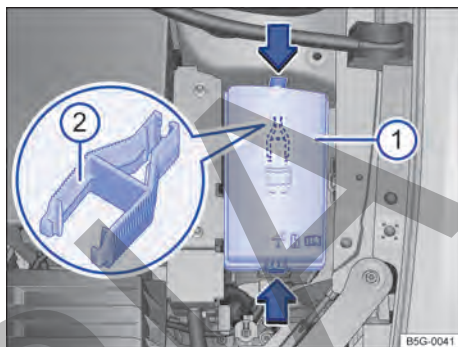

Fig. 173 En el compartimiento del motor: cubierta ① de la caja de fusibles con pinza de plástico ②.
- Presionar las trabas en el sentido de la flecha → fig. 173 ①, para desbloquear la cubierta de la caja de fusibles.
En el lado interno de la cubierta de la caja de fusibles en el compartimiento del motor puede haber una pinza de plástico → fig. 173 ② para retirar los fusibles.